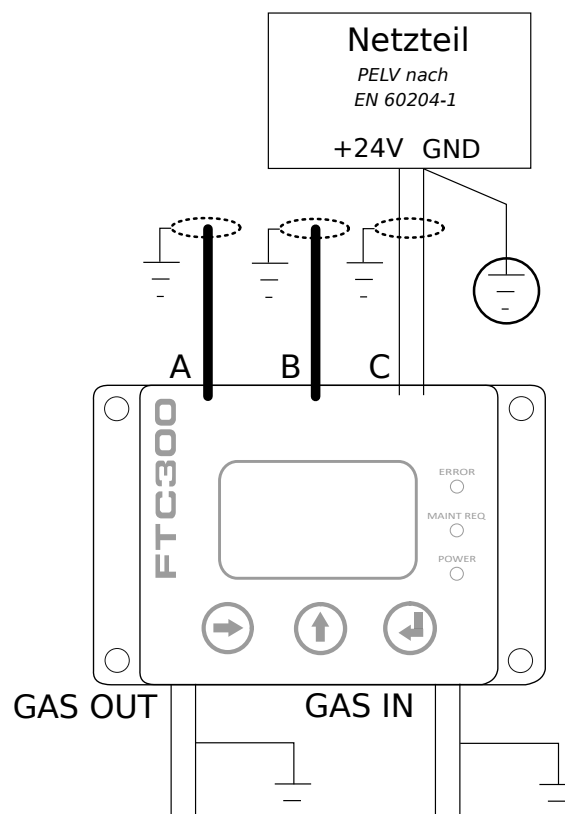

Abbildung 3.3: Erdung des FTC400
Für die elektrische Installation von Maschinen ist nach EN 60204-1 festgelegt, dass der versorgende PELV-Stromkreis an einem Punkt mit der Schutz Erde (PE) zu verbinden ist. Wie in Abbildung 3.3 dargestellt, darf nur der Masseleiter mit PE verbunden sein. Die Kabelschirmungen der Kabel A, B, C sind auf der Funktionserde zu verbinden. Je nach örtlicher Gegebenheit sind auch die Gasanschlüsse zu erden. Es empfiehlt sich, die Anschlüsse mit niederohmigen, also kurzen Leitungen mit großem Durchmesser, zu verbinden. Der Erdkontakt sollte möglichst an einem Sternpunkt erfolgen.